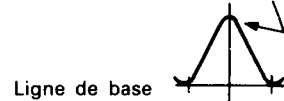

Fig. 22
- Appliquer un signal faible du généscope sur corps du C107 du C1201. Régler T201 afin d'obtenir un gain maximum et la forme d'onde de la Fig. 22. Si le centre de la forme d'onde ne peut pas être aligné sur le marqueur, régler la balance droite/gauche.